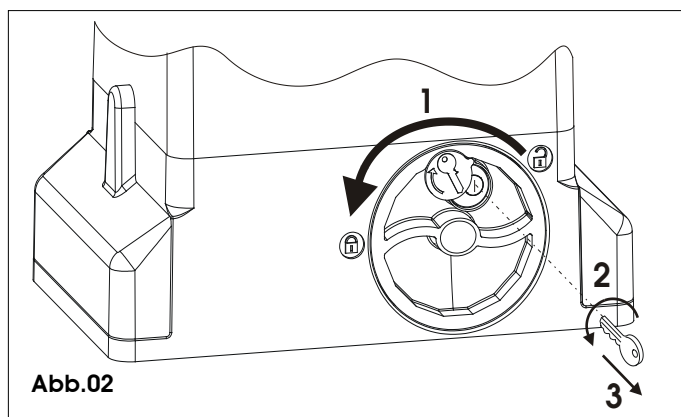

Abb.02
- 1) Das Entriegelungssystem im Gegenuhrzeigersinn bis zum Anschlag drehen, Abb. 02 Bez. 1.
- 2) Den Schlüssel im Gegenuhrzeigersinn drehen und vom Schloß abnehmen, Abb. 02 Bez. 2 und 3.